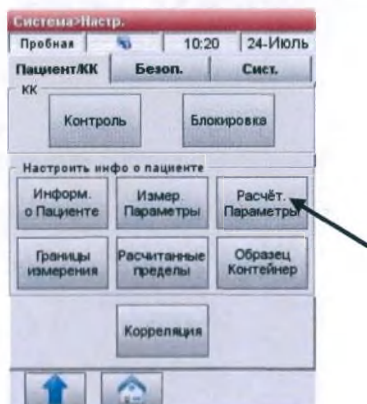

Рис.3-30 Расчетные параметры
2. В таблице **<Пациент/КК>** нажмите **<Расчетные параметры>** (Рис.3-30).